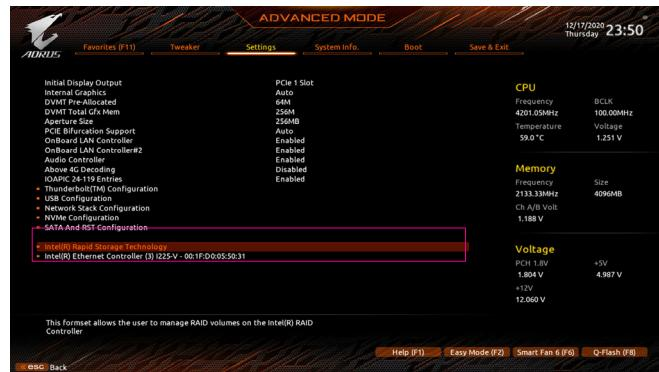

図2
システムの再起動後、再度 BIOS セットアップに入ります。続いて **Settings\IO Ports\Intel(R) Rapid Storage Technology** サブメニューに入ります(図2)。